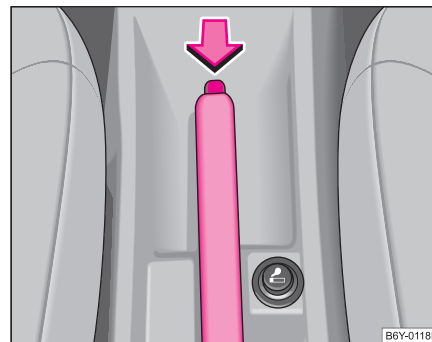

Fig. 93 Consola central: Freno de mano
- Tire de la palanca del freno de mano un poco hacia arriba y pulse **al mismo tiempo** el botón de bloqueo ⇒ fig. 93. ►